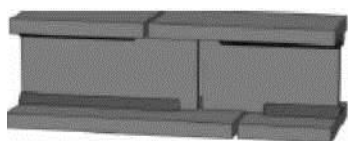

Рис.1
2. Составьте последовательность действий при соединении сварных балок на монтаже смещенным стыком. (рис.1)